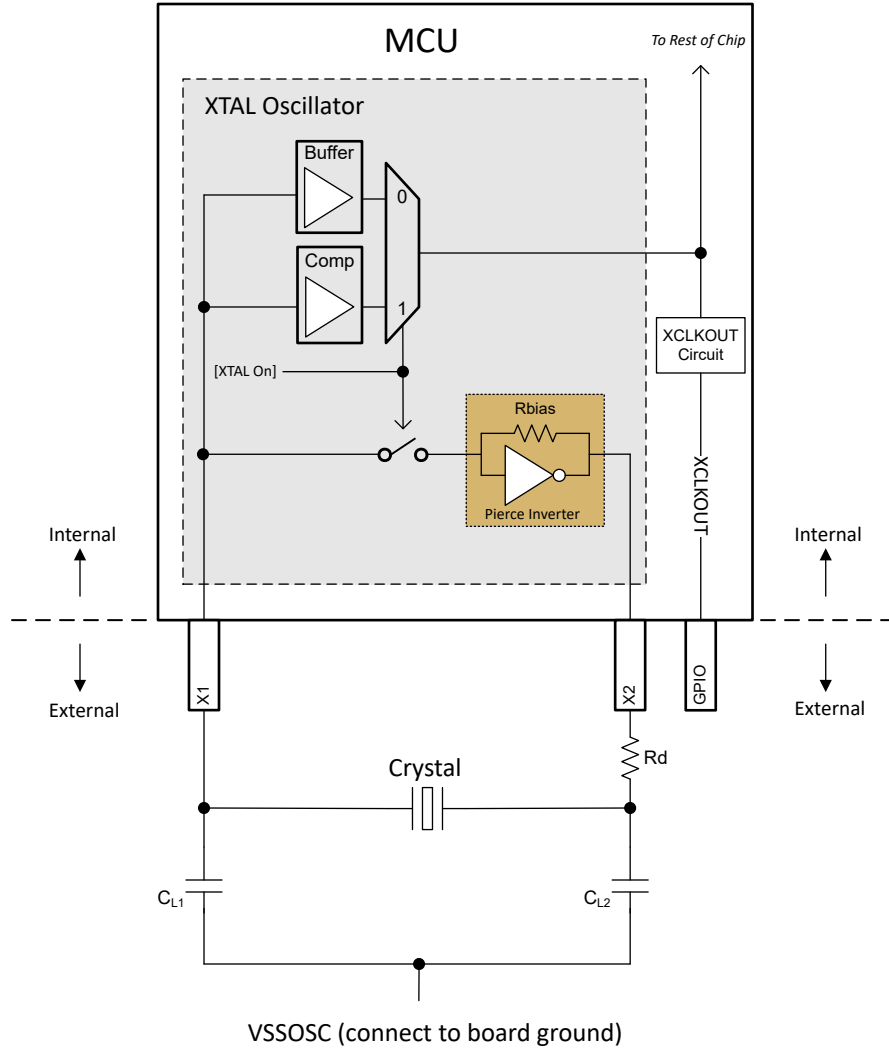

图 6-12. 电子振荡器方框图
该器件中的电子振荡器是皮尔斯振荡器。它是一个正反馈逆变器电路，需要一个调优电路才能振荡。当这个振荡器与一个兼容的晶体配对时，会形成振荡电路。该振荡电路在晶体的基频处振荡。在该器件上，由于分流电容器 (C0) 和所需的负载电容器 (CL)，振荡器被设计成在并联谐振模式下运行。图 6-12 所示为电子振荡器和振荡电路的元件。
根据图 6-12, CL1 和 CL2 是串联的; 因此, 要找到晶体看到的等效总电容, 必须应用电容串联公式: 如果 $CL1 = CL2$, 只需计算 $[CL1]/2$ 即可。